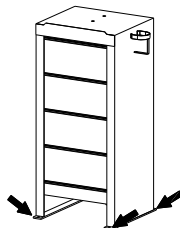

Figure 3
1. Fixer la base au sol (voir figure 3)